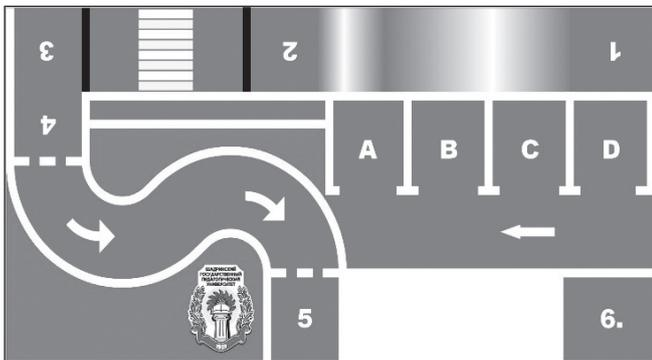

Рис. 2. Полигон № 2
**На полигоне № 2** (рис. 2) предусмотрено выполнение шести заданий. Полигон представляет собой поле из баннерной ткани размером 1200 × 2400 мм. Основной цвет поля — серый, на него нанесена разметка белого и черного цветов, ширина штриха — 30 мм. Зоны зеленого цвета не предназначены для перемещения робота. Зоны начала и завершения каждого задания отмечены номерами белого цвета. Между отметками 5 и 6 установлено объемное препятствие в виде горки. Граница подъема отмечена черной линией (рис. 2). Перед отметкой 6 вдоль белой линии установлен шлагбаум. При выполнении большинства заданий этого полигона задействуются датчики.